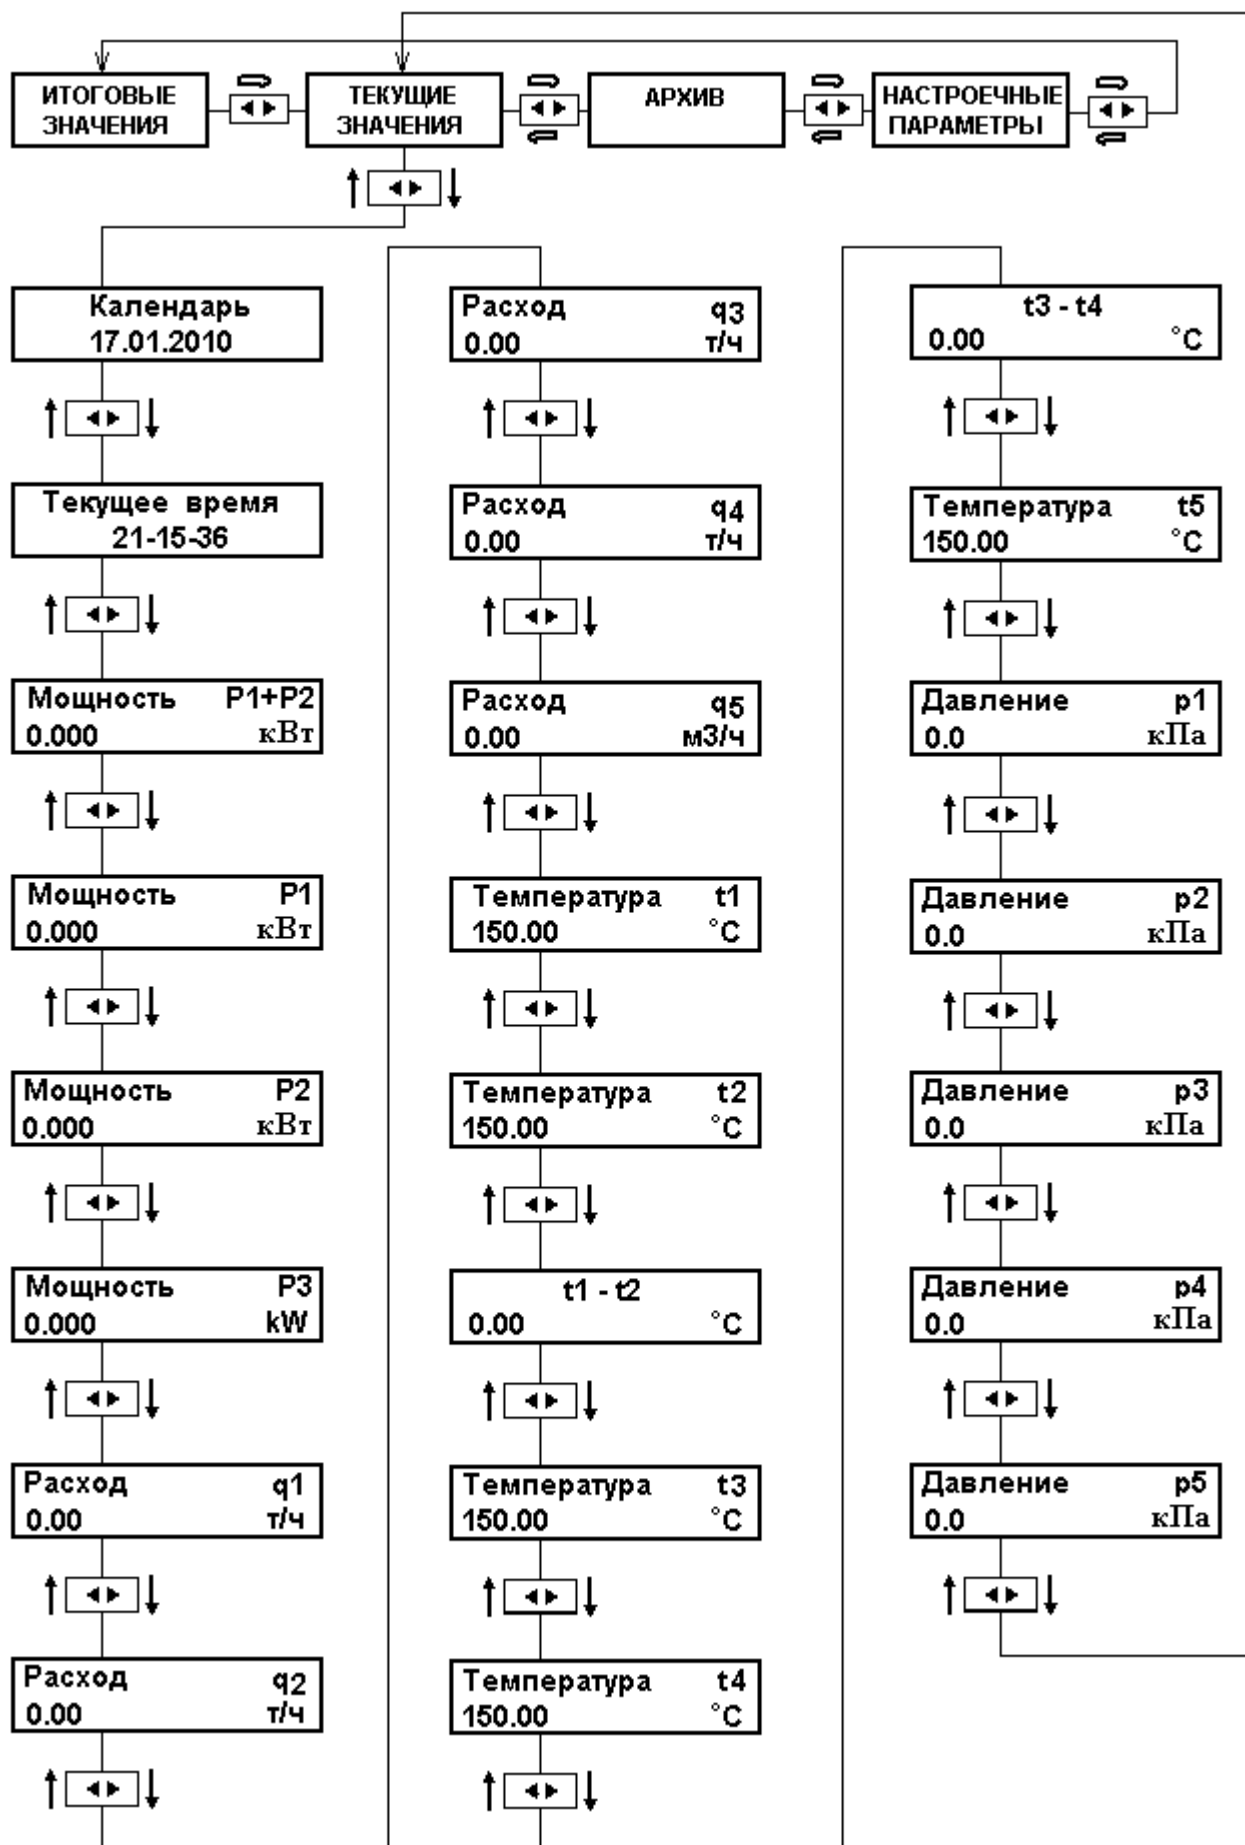

Рис. 4 Схема просмотра текущих значений
8.3.1 Для просмотра текущих значений необходимо находясь в верхнем уровне меню длительным нажатием на кнопку ► или ◀ выбрать меню “ТЕКУЩИЕ ЗНАЧЕНИЯ”. Просмотр осуществляется кратковременными нажатиями кнопок ◀ и ► (рис.4).